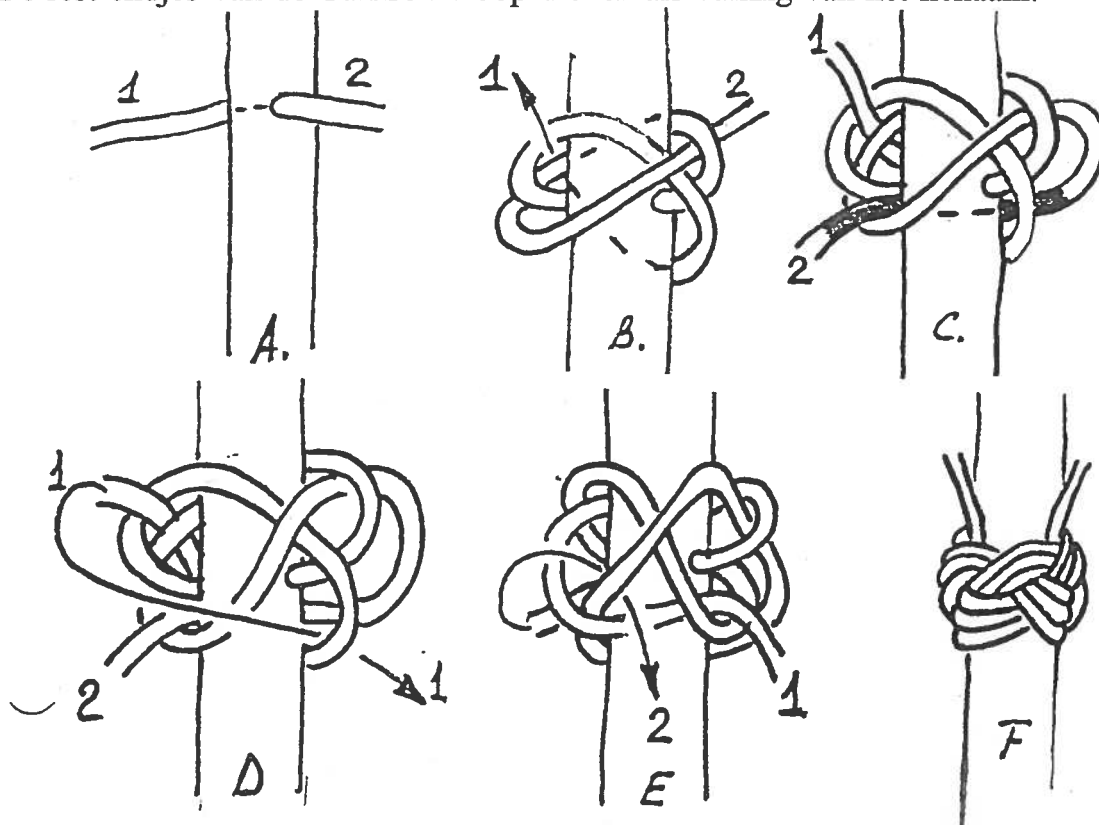

fig.5.
6) Maak nu met de kerntouwen 1 en 2 een Turkse Knoop (fig.5). Zorg ervoor dat aan de achterkant van de Turkse Knoop de 7 touwen (3/4/5/6/7) er gelijkmatig rondom uitsteken. Daaraan toevoegen het touwtje van 1 meter. Nu steken er aan de achterzijde 9 eindjes uit. De rest-endjes van de Turkse Knoop dienen als vulling van het lichaam.